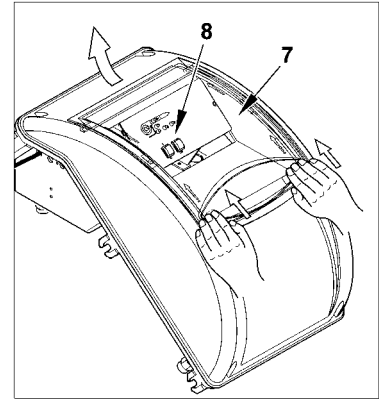

Рисунок 4
- 4) Для закрытия крышки электрического щита, закрутите 4 винта (1), используя момент затягивания, равный приблизительно 5 Нм, для обеспечения правильного уплотнения. Теперь можно получить доступ к панели управления (8), отщепляя прозрачное окошко (7) лёгким надавливанием руки в направлении стрелок, как указано на рис. 4. Подождите, пока окошко немного продвинется, после чего отделите его от крышки.